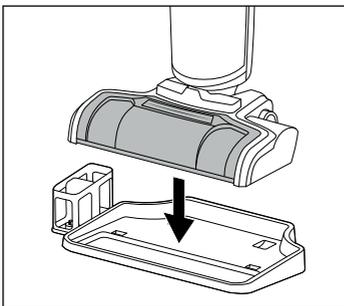

Fig. 45
- ◆ Posez l'appareil pour le rangement sur le socle **4** de la station d'accueil et de nettoyage (voir fig. 45).